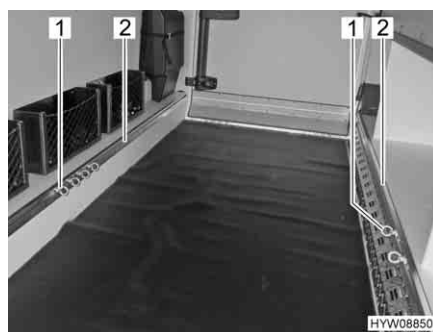

Fig. 3 Occhielli di ancoraggio garage di coda
- Ruotare l'occhiello di ancoraggio (Fig. 3,1) in senso antiorario di un mezzo giro. È possibile spostare l'occhiello di ancoraggio (Fig. 4).
- Spingere l'occhiello nella guida di ancoraggio (Fig. 3,2) nella posizione desiderata.